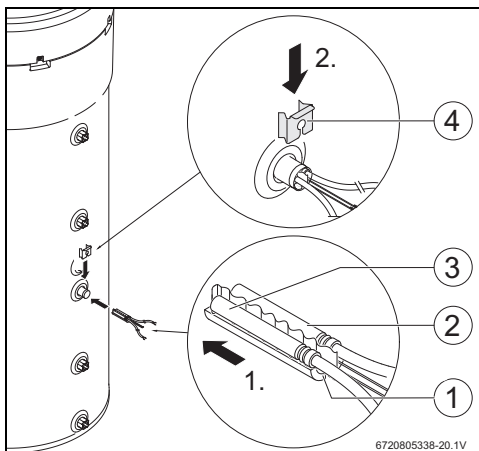

Fig. 7
- ▶ Montar o conjunto de fixação [1], o sensor NTC do acessório [2] e o sensor NTC do controlador [3] e posicionar o conjunto de acordo com a Fig. 7.